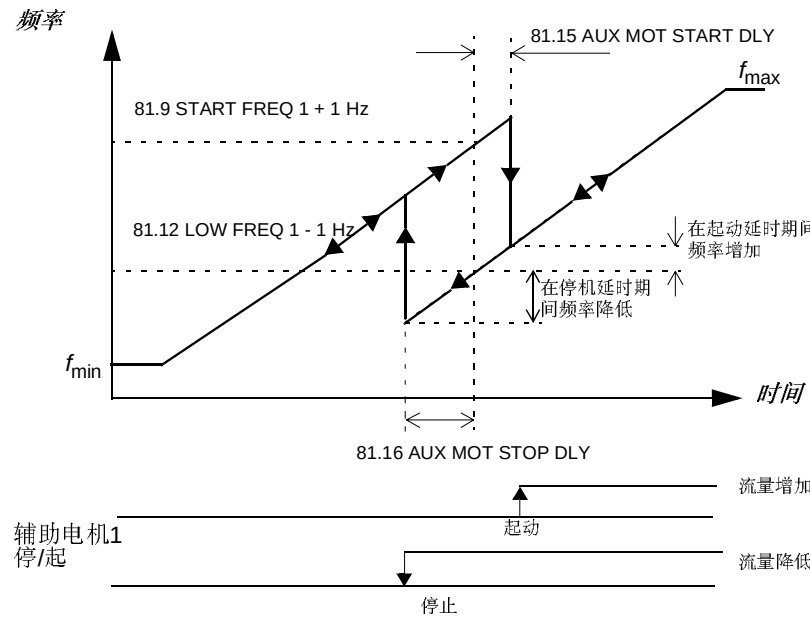

图 6-21 起动频率， 低频， 起动延时， 停机延时.
- 81.08 WAKE UP LEVEL** 该参数为休眠功能设定唤醒值(见图 6-21)。当实际 值低于唤醒值，休眠 功能被 中断。
81.09 START FREQ 1 该参数设定一个启动频率(见图 6-21)。当 ACS 600 输出频率超过值 (81.9 START FREQ 1 +1 Hz)，并且没有其它的辅助电机在运行，启动延时计数器开始计数。当由参数 81.15 AUX MOT START DLY 设定的时间过去了，且输出频率仍高于值 (81.9 START FREQ 1 -1 Hz)，第一台辅助电机启动。